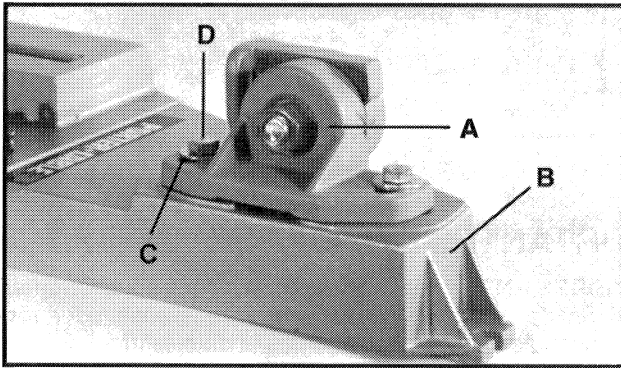

Fig. 2
1. Mettre le sous-ensemble de pivot (A) sur l'embase (B), Fig. 2, de manière à ce que le centre des trous oblongs dans la plaque de montage du sous-ensemble de pivot soient au-dessus du centre des trous oblongs dans l'embase.
2. Mettre les deux rondelles de $\frac{3}{8}$ po de dia. int. x 1 po de dia. ext. (C), Fig. 2, sur les deux boulons de $\frac{3}{8}$ po – 16 x 1 $\frac{1}{2}$ po de long (D) et enfiler les deux boulons dans le sous-ensemble de pivot (A) et l'embase (B), comme indiqué. Visser les deux boulons dans les deux écrous carrés de $\frac{3}{8}$ po – 16 qui doivent être positionnés dans les rainures situées sous l'embase (B) en dessous des trous oblongs. Serrer légèrement les boulons (D), Fig. 2.